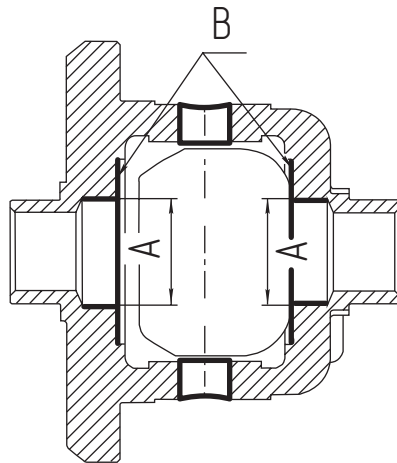

Рис. 2
4. Осмотрите ось сателлитов и корпус дифференциала на предмет наличия сколов, трещин, задиров или подобных повреждений. Посадочные места полуосевых муфт не должны иметь видимого износа, а установленная полуосевая муфта не должна иметь ощутимого радиального люфта. Перед установкой блокировки произведите замеры, приведённые на **Рис. 2** и **Табл. 1**.